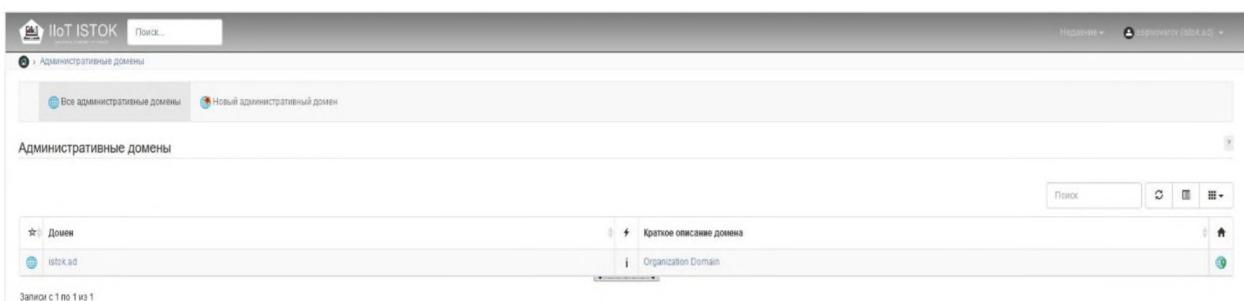

Рисунок 8 – Выбор домена
- 2) Выберите название домена в столбце **Домен** (рис. 8).